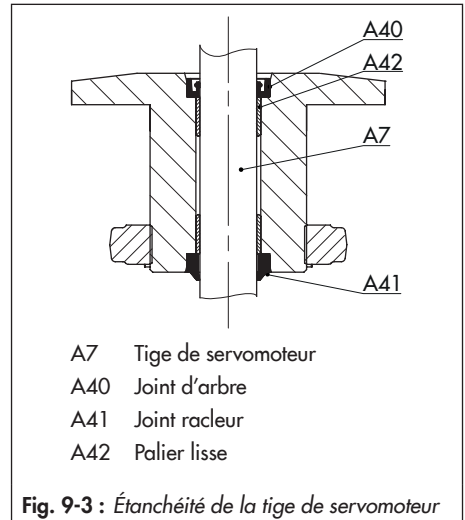

Fig. 9-3 : Étanchéité de la tige de servomoteur
Voir Fig. 9-3
6. Monter le joint d'arbre à l'aide d'un outil adapté. Ce faisant, veiller à aligner correctement le joint d'arbre, cf. Fig. 9-3.